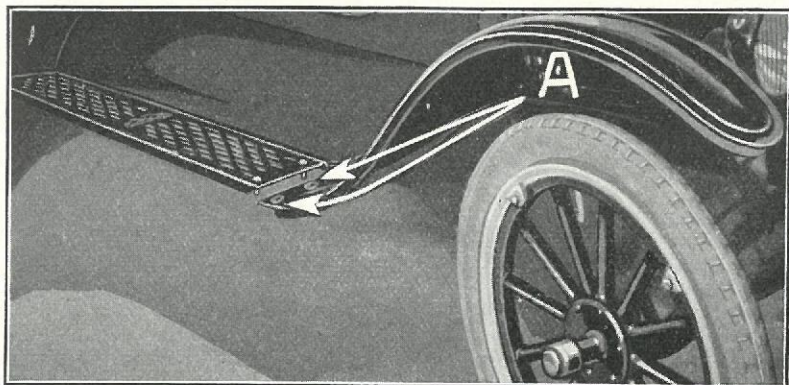

Fig. 110
- (d) Anbring de to Underlagsskiver mellem Skærm og Trinbrædt (Fig. 110-A). Paa Vogne fabrikerede efter August 1924 er det ikke nødvendigt at anbringe Underlagsskiver mellem Skærm og Trinbrædt, da der blev foretaget en Ændring i Konstruktionen.